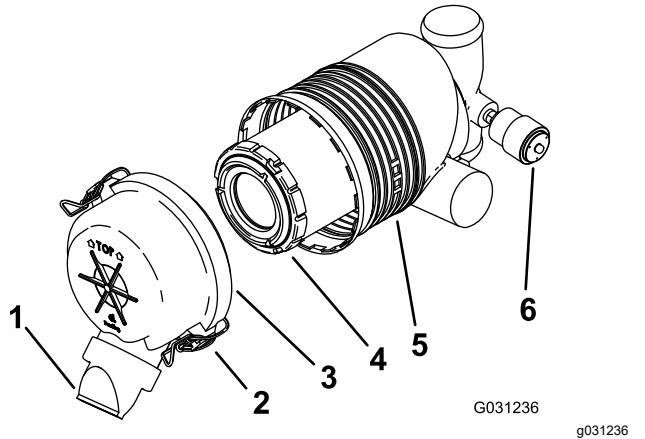

Figura 32
Importante: Sostituite il filtro dell'aria solo quando la spia di servizio è rossa (Figura 32). Sostituendo il filtro dell'aria prima del necessario si aumenta il rischio che la morchia entri nel motore quando si toglie il filtro.
5. Rilasciate i dispositivi di fermo del filtro dell'aria e togliete il coperchio dal corpo del filtro (Figura 32).
- Se l'indicatore di servizio è pulito, montate la copertura del filtro dell'aria con il coperchietto antipolvere orientato verso il basso e fissate i fermi (Figura 32).
1. Estraete con cautela il filtro dal corpo del filtro dell'aria (Figura 32).
3. Montate il filtro con attenzione (Figura 32).
4. Montate la copertura del filtro dell'aria con il coperchietto antipolvere orientato verso il basso e fissate i fermi (Figura 32).